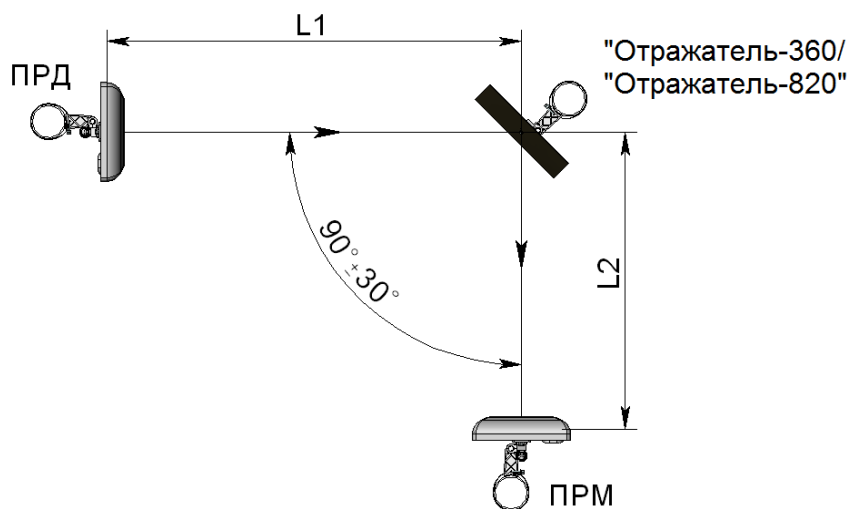

Рисунок 2.12 – Установка извещателей с применением отражателя «Отражатель-360» («Отражатель-820»)
2.3.9.2 При работе извещателей «ФОРТЕЗА-50 bluetooth», «ФОРТЕЗА-100 bluetooth», «ФОРТЕЗА-200 bluetooth» с «Отражателем-360» (см. рисунок 2.12) суммарная длина зоны обнаружения  $L1+L2$  (где  $L1$  – расстояние между блоком ПРД и отражателем,  $L2$  – расстояние между отражателем и блоком ПРМ) не должна превышать: